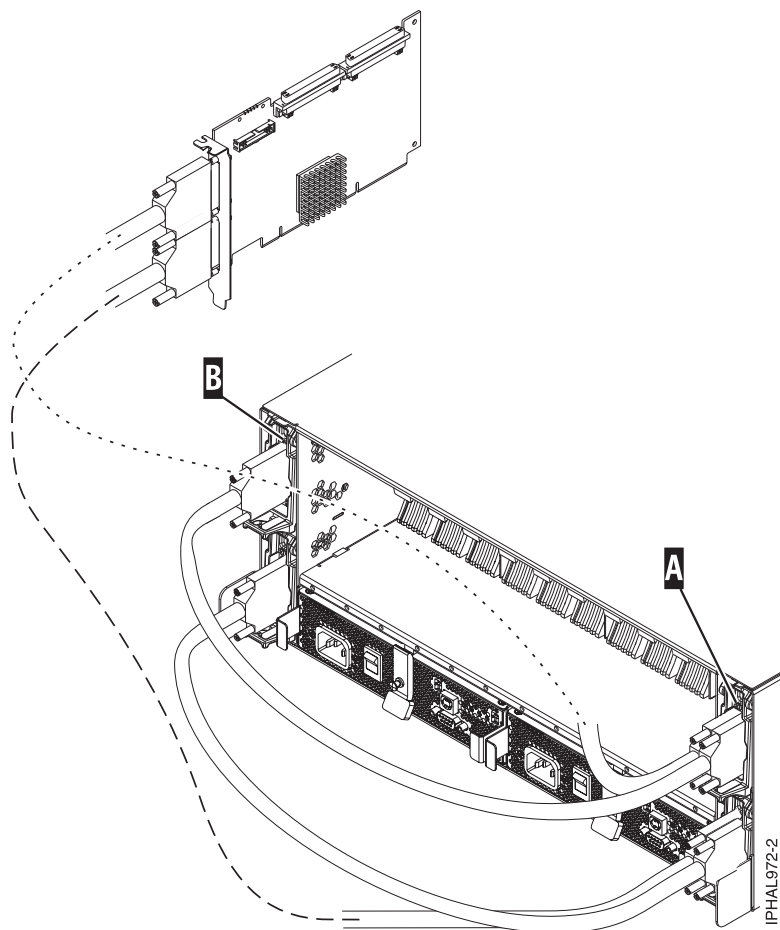

図 20. SCSI ケーブルからシングル・リピーター・カードに接続されているデュアル・リピーター・カードへ
- ・シングル・リピーター・カードとデュアル・リピーター・カードの組み合わせを使用する場合、SCSI ケーブルをデュアル・イニシエーター・リピーター・カード (A) に接続します。その後、別の SCSI ケーブルを使用して、デュアル・リピーター・カード (A) をシングル・リピーター・カード (B) に接続します。詳細については、67 ページの図 20 を参照してください。